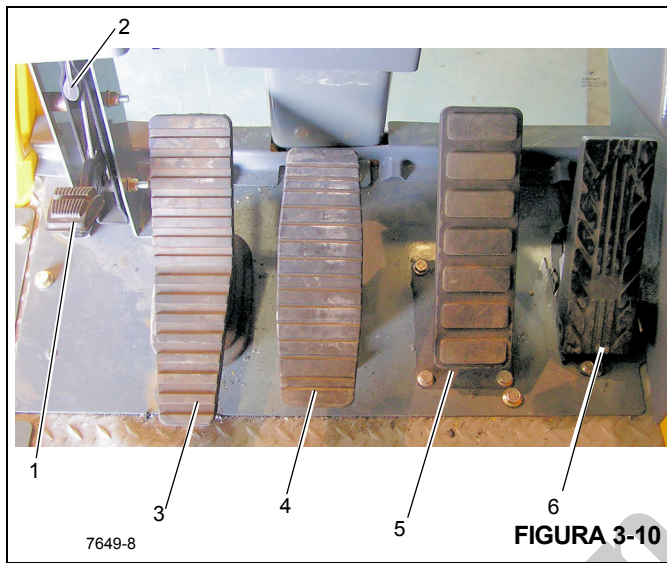

FIGURA 3-10
Números dos itens da Figura 3-10
O pedal da trava contra giro de 360° (1) (Figura 3-10) está localizado no lado esquerdo do piso da cabine do guindaste. O pedal é usado para acionar a trava contra giro para impedir que a torre gire. Para liberar a trava contra giro, puxe a alavanca de liberação da trava contra giro de 360° (2).
O pedal do freio de giro (3) (Figura 3-10) localiza-se no lado esquerdo do piso da cabine. O pedal do freio de giro é usado para acionar o freio de giro para diminuir ou interromper o movimento de giro. A frenagem é proporcional ao pressionamento do pedal. Com o pedal não pressionado e a válvula de controle do freio de giro desengatada, a pressão hidráulica é aplicada ao freio vencendo a pressão da mola e soltando o freio. Pressionar o pedal aciona a válvula do freio de giro a vácuo para aplicar pressão no conjunto do freio. Essa pressão auxilia a pressão da mola a vencer a pressão hidráulica aplicada no circuito de liberação do freio e aplica o freio de mola de acordo com a pressão da válvula do freio de giro a vácuo.
O pedal de controle do telescópio (4) (Figura 3-10), fornecido quando o guindaste é equipado com um guincho auxiliar, localiza-se no lado esquerdo do piso da cabine. Empurrar a parte superior do pedal para frente estenderá a lança e empurrar a parte inferior do pedal para baixo retrairá a lança.
O pedal do freio (5) (Figura 3-10) é o segundo pedal a partir da direita no piso da cabine. Pressionar o pedal controla o acionamento dos freios de serviço.
O pedal do acelerador (6) (Figura 3-10) localiza-se no lado direito do piso. Ele é usado para controlar a rotação do motor que aumenta ou diminui proporcionalmente com a pressão aplicada no pedal. O pedal é conectado eletricamente ao módulo de controle da superestrutura que envia o sinal ao ECM do motor através do data link J1939.